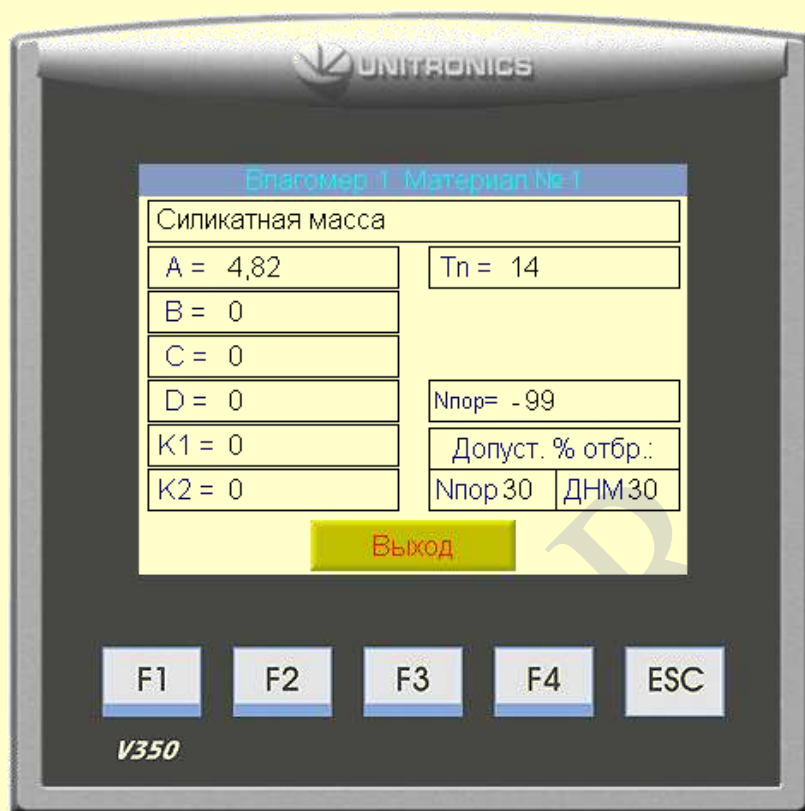

Рис. 7.2. Экран ввода градуировочных коэффициентов влагомера 1.
На экране ввода группы параметров отображаются названия параметров и их значения, так, как на Рис. 7.2. Для изменения нужного значения нажмите на него — появится экранная клавиатура для его изменения.
7.1. По нажатию кнопки «Влагомер 1» появляется экран ввода градуировочных коэффициентов для влагомера, установленного на входе системы (рис. 7.2).